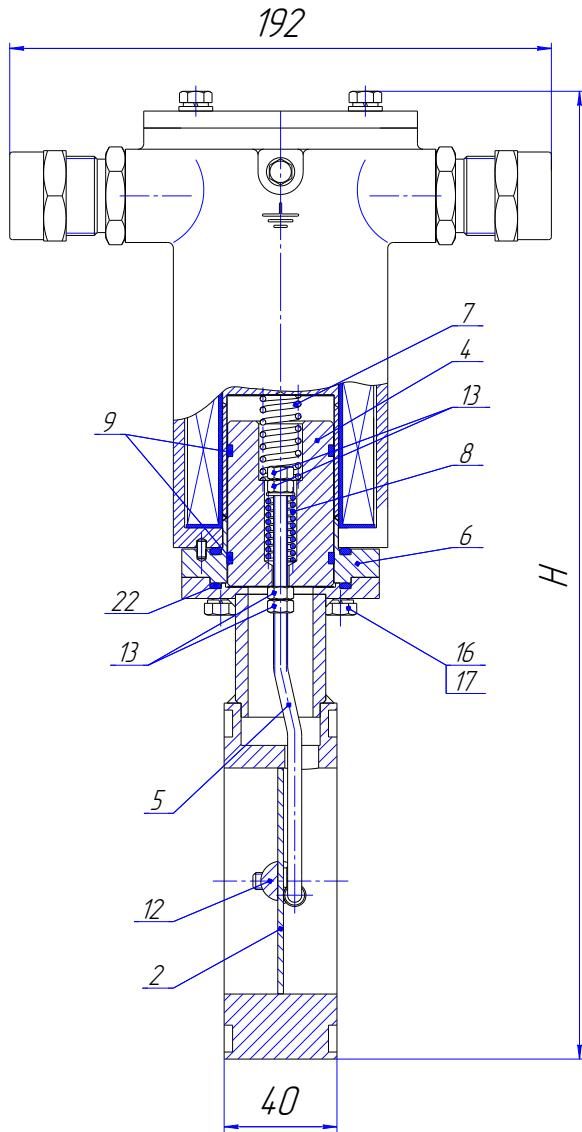
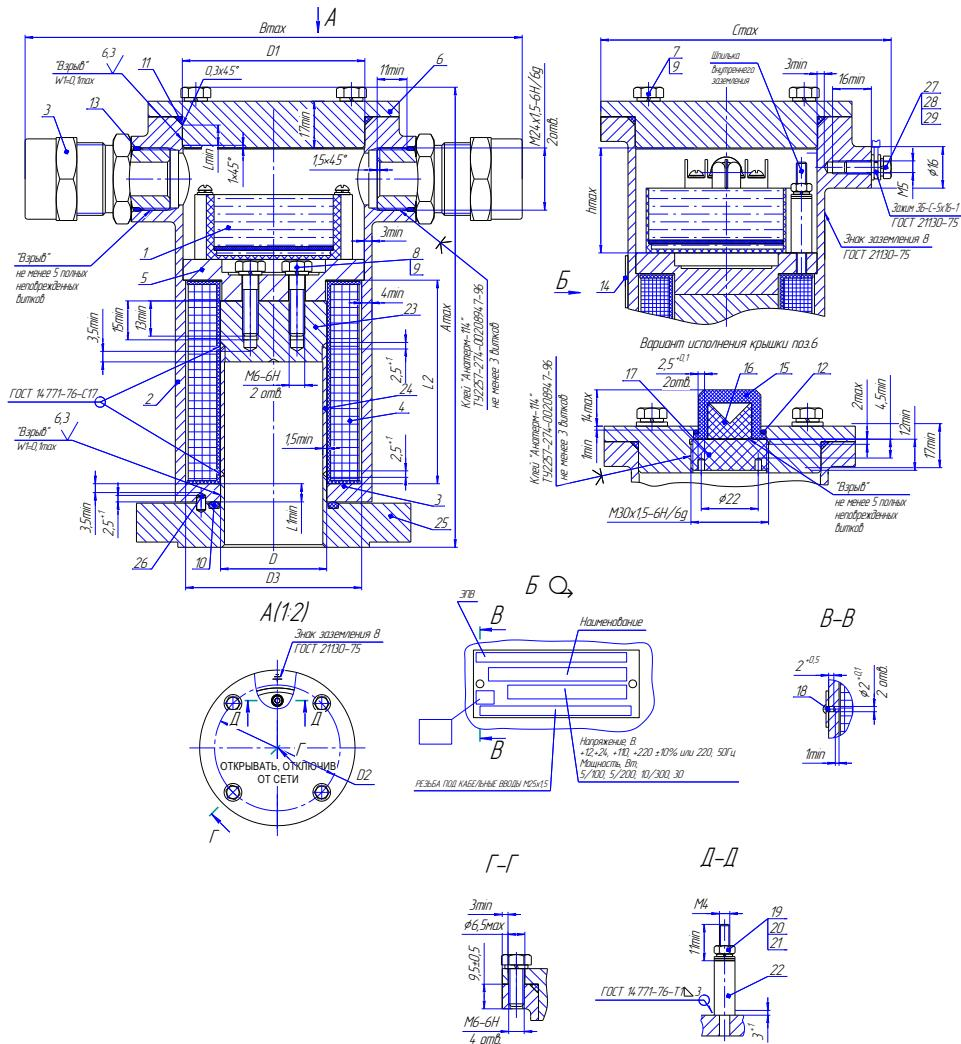

Рис. 1 (продолжение). Клапан. Общий вид.
Рисунок 3. Привод. Чертеж средств взрывозащиты
- от проникновения влаги в полость электромагнитного привода – применением кольцевых резиновых колец 10, 11 (рис.3);
Электромагнитный привод (ЭПВ) представляет собой электромагнит постоянного тока со схемой управления режимом работы и состоит (см. рис.3) из корпуса 2 с двумя кабельными вводами и крышкой 6, катушки 4, прижимного фланца 5 и электронного блока управления 1 (модуль СФУ).
Обозначения на рис. 1: 1-корпус(Сталь 09Г2С ГОСТ 19281-89), 2-поворотная заслонка (Сталь 12Х18Н10Т ГОСТ 5632-72), 3-электромагнитный привод (см.рис.3), 4-сердечник (Сталь 14Х17Н2 ГОСТ 5632-72), 5-тяга(сталь 12Х18Н10Т ГОСТ 5632-72), 6-трубка разделятельная(Сталь 12Х18Н10Т ГОСТ 5632-72/14Х17Н2 ГОСТ 5632-72), 7,8,20-пружина (Проволока ВО-2 ТУ3-1002-77), 9-кольцо (фоторопласт Ф4К20 ТУ 6-05-1413-76), 10-крышка (Браж 9-4 ГОСТ18175-78), 11-ручка (Сталь 12Х18Н10Т ГОСТ 5632-72), 12-ось (Браж 9-4 ГОСТ18175-78), 13-гайкаA2 DIN934, 14-Винт А.М4-6gx25.58.019 ГОСТ 17473-80, 15, 16-Болт A2 DIN933, 17, 18, 19-шайба гровер A4 DIN127, 21, 22-кольца уплотнительные (резиновая смесь).
- заключения его электрических цепей во взрывонепроницаемые металлические оболочки по ГОСТ IEC 60079-1. Взрывоустойчивость оболочек проверяется при изготовлении испытаниями избыточным давлением 1,5 МПа. Сопряжения деталей, обеспечивающих взрывозащиту показаны на чертежах средств взрывозащиты (рисунок 3, 4). На поверхностях, обозначенных "Взрыв" не допускаются раковины, забоины, вмятины, ржавчина, чернота, наличие краски и другие дефекты.
7.2.2 Присоединить питающий кабель к приводу в последовательности (см. рис.3, 4, 5):